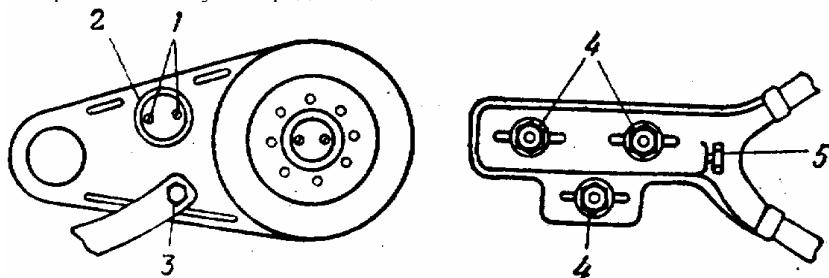

Рис. 42. Регулировка натяжения передней цепи:
1. Отвернуть два винта 1 (рис. 42) и снять крышку 2 контрольного отверстия на кожухе передней цепи.